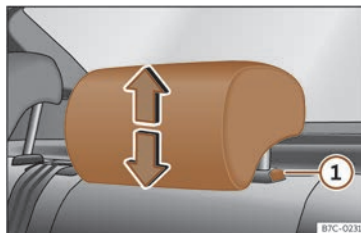

Fig. 98 Appui-tête arrière : réglage de l'appui-tête.
- Saisissez l'appui-tête des deux côtés avec les mains puis poussez-le vers le haut jusqu'à ce qu'il s'enclenche dans la position désirée. Pour le rabaisser, faites de même en appuyant sur le bouton latéral ① >>> **fig. 98**.